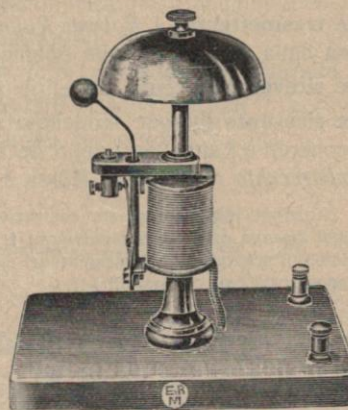

Fig. 391
ER. Soneria verticale (fig. 391) per apparecchi di telegrafia senza fili e per dimostrazione. Costruzione nazionale solida ed elegante. Bobina in seta, campanello nichelato. Molto sensibile. Base di cm. 7×12. Altezza 135 mm. Funziona perfettamente anche con un solo elemento di pila a sacchetto. Prezzo (L) **6.75**